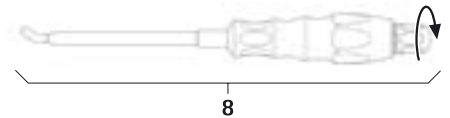

Fig. 8
- Montage de l'instrument de pose de tige 8, voir Fig. 8.